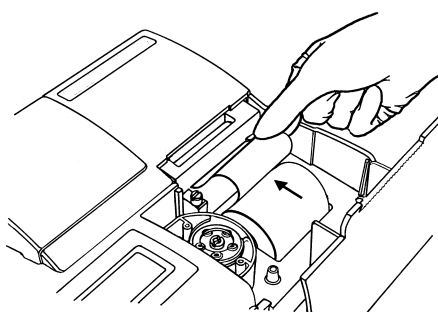

Fig. 2-5 Instalación del papel
- Enhebre en la ranura de alimentación, como se ve en la figura. (fig. 2-5).